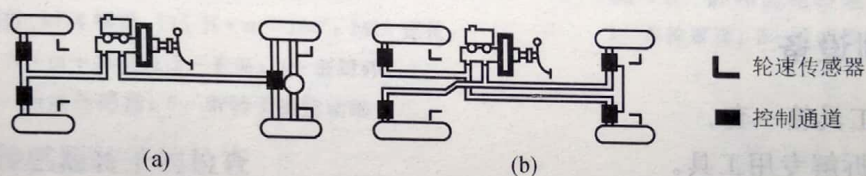

图 4-4 三通道四传感器式 ABS
①预测控制方式。预测控制方式是在控制过程中,预先规定控制参数和设定值等条件,然后根据检测的实际参数与设定值进行对比,对制动过程进行控制。
②模仿控制方式。模仿控制方式是在控制过程中,记录前一控制周期的各种参数,再按照这些参数值规定出下一个控制周期的控制条件。此种控制方式已很少使用。
①三通道四传感器式。三通道四传感器式 ABS 一般采用两个前轮独立控制,两后轮按低选原则进行一同控制,即两个车轮由一个通道控制,以保证附着力较小的车轮不抱死为原则,如图 4-4 所示。奥迪系列轿车用的就是这种 ABS 装置。